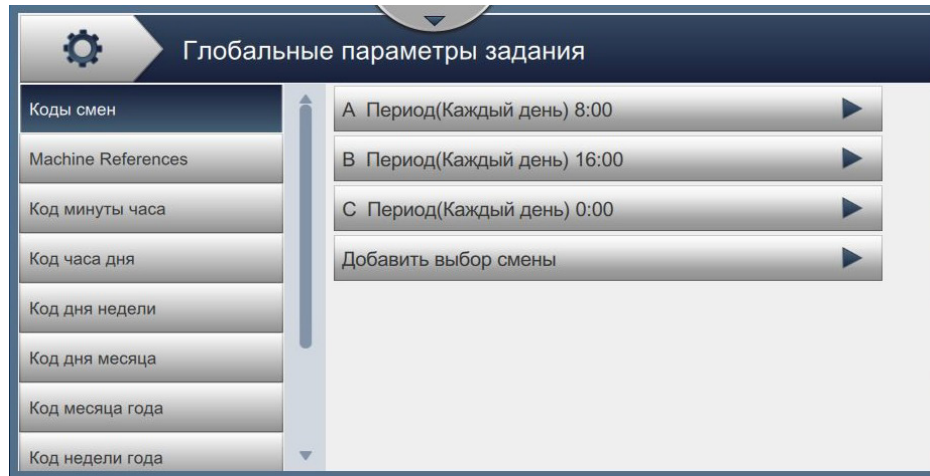

Рис. 6-15: Глобальные параметры заданий
1. Нажмите кнопку  на экране «Инструменты». Откроется экран «Глобальные параметры заданий», как показано на Рис. 6-15.